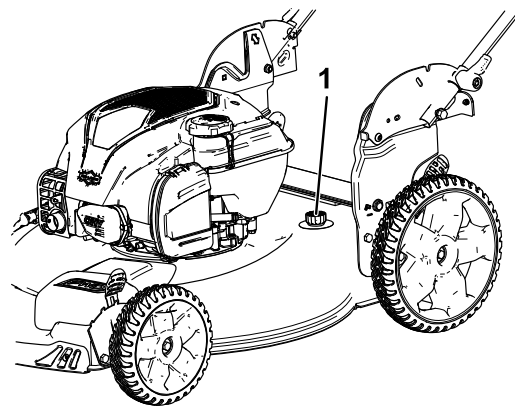

Figure 22
5. Branchez un tuyau d'arrosage, relié à une arrivée d'eau, au raccord de lavage (Figure 22).